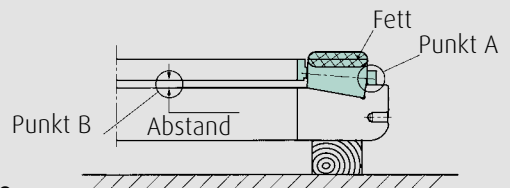

Abb. 3.39
3. Die Wellenscheibe leicht einfetten, sorgfältig zentrieren und vorsichtig auf den Rollensatz auflegen. Dann die vorgegebene Fettmenge zur Schmierung auf der Laufbahn verteilen (Abb. 3.39).